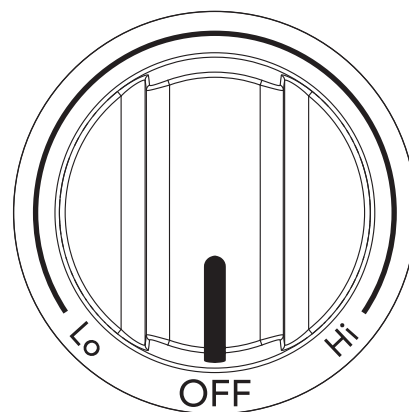

Figure 14 : Bouton de la surface de réchaud
1. Pousser et tourner dans un sens ou dans l'autre (voir Figure 14). Les températures sont indiquées par < Hi > (feu vif) et < Lo > (feu doux). La commande peut toutefois être réglée sur n'importe quelle position entre ces deux valeurs pour offrir d'autres ajustements de chaleur.